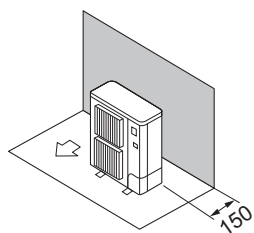

Fig. 3-5
- ① Enbart hinder på baksidan (Fig. 3-5)